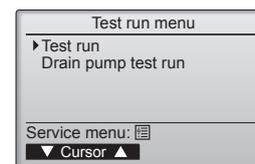

Fig. 7-2
- Выберите режим "Test run" (Пробный пуск) в Меню пробного пуска и нажмите кнопку [ВЫБОР]. (Fig. 7-2)
#### 7.3. Самодиагностика (Fig. 7-2)